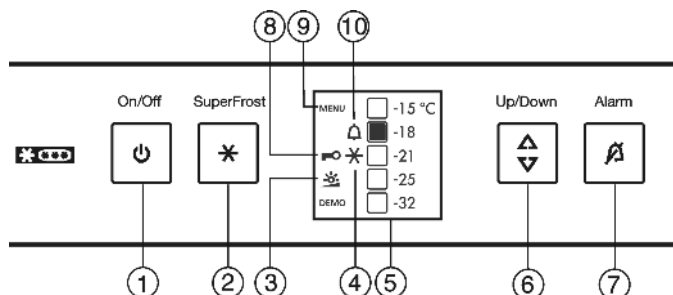

Fig. 3
- Simbolul SuperFrost Fig. 3 (4) se aprinde intermitent împreună cu afișajul pentru temperatură.